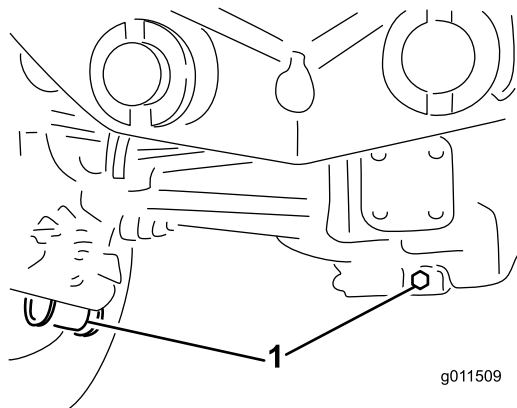

Figura 95
2. Limpie la zona alrededor de los tres tapones de vaciado, uno en cada extremo y uno en el centro (Figura 95).